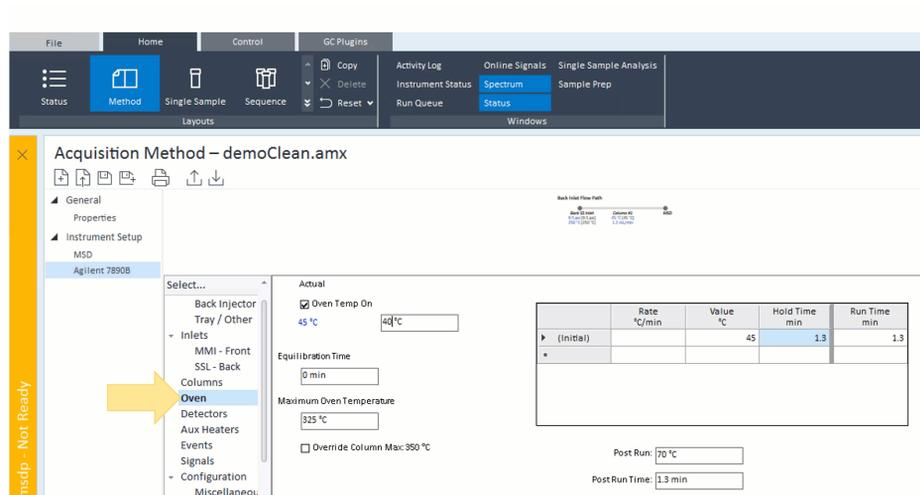

Figura 13 Configurações de Tempo de Espera e Tempo Pós-corrida
- 5 Selecione **Configuração do Instrumento > GC > Forno** e modifique o **Tempo de Espera** e o **Tempo Pós-Corrída** para que correspondam aos tempos configurados na janela Limpeza do MSD JetClean (1,3 minutos no exemplo mostrado na Figura 13 na página 33).